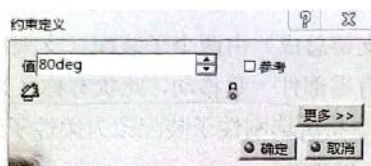
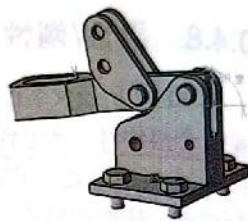

图 10-84 “约束定义”对话框
图 10-85 改为 80° 的位置
(3) 在特征树上或图形上双击“角度”，弹出“约束定义”对话框（见图 10-84），输入新值 80° 后，单击“确定”按钮，再单击更新按钮, 完成的更改约束如图 10-85 所示。